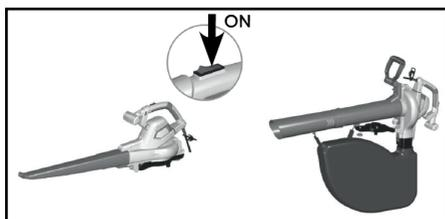

рис. 11
- Нажмите кнопку включения в положение «ВКЛ.» (рис. 11)